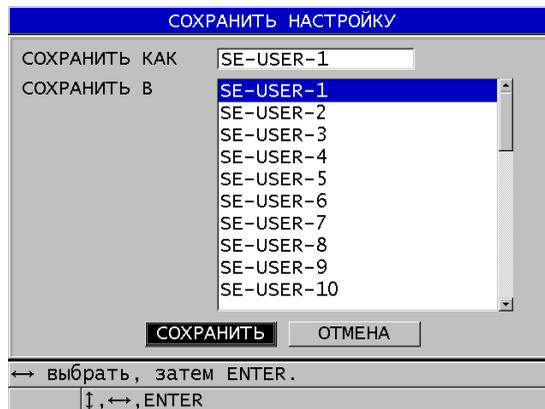

Рис. 13-17 Сохранение пользовательских настроек
4. В окне **СОХР. НАСТР.** (см. Рис. 13-17 на стр. 266).